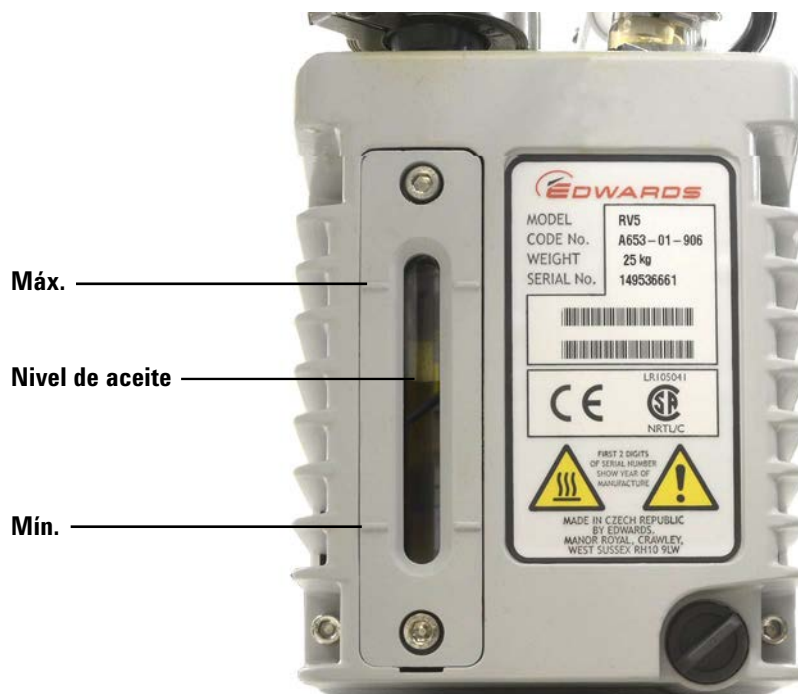

Figura 16 Comprobación del nivel de aceite
- 4** Añada aceite nuevo a la bomba hasta que se acerque al nivel de aceite, pero no sobrepase la marca al lado de la ventana que indica el nivel máximo. Consulte la Figura 16 en la página 80.
- 6** Añada aceite nuevo a la bomba hasta que se acerque al nivel de aceite, pero no sobrepase la marca al lado de la ventana que indica el nivel máximo. Consulte la Figura 16 en la página 80.